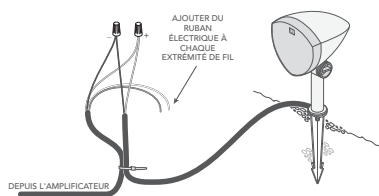

Figure 4
- En commençant par l'enceinte la plus éloignée de l'amplificateur, dénudez 3/4 po d'isolation sur l'extrémité coupée des câbles pleine terre pour le canal d'amplification approprié, conformément aux tableaux ci-dessous, puis dénudez l'isolation des extrémités du câble de l'enceinte correspondante. Enveloppez tous les câbles inutilisés dans du ruban adhésif pour les protéger de l'humidité et des courts-circuits (voir Figure 4).
- Connectez le câble pleine terre au câble de l'enceinte à l'aide d'un collier de serrage (voir Figure 4).